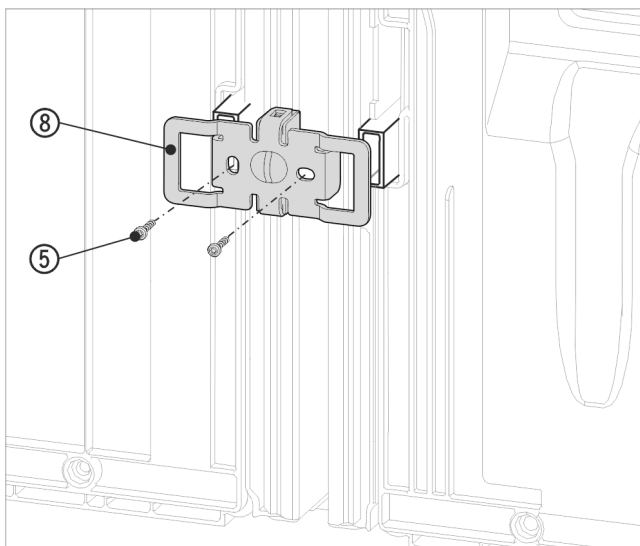

Fig. 18 Przykładowa prezentacja
- ▶ Kątownik Fig. 18 (8) z wycięciami nasunąć ponownie na uchwyt dla elementu dystansowego.
- ▶ Przykręcić przy użyciu 2 śrub Fig. 18 (5).